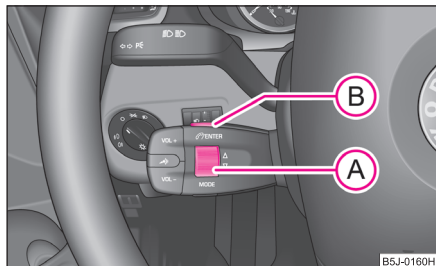

Fig. 114 Module multifonctions: Touches de commande
- En tournant lentement la molette **(A)** → fig. 114, vous pouvez faire défiler chaque nom de la mémoire du téléphone ou feuilleter les menus.